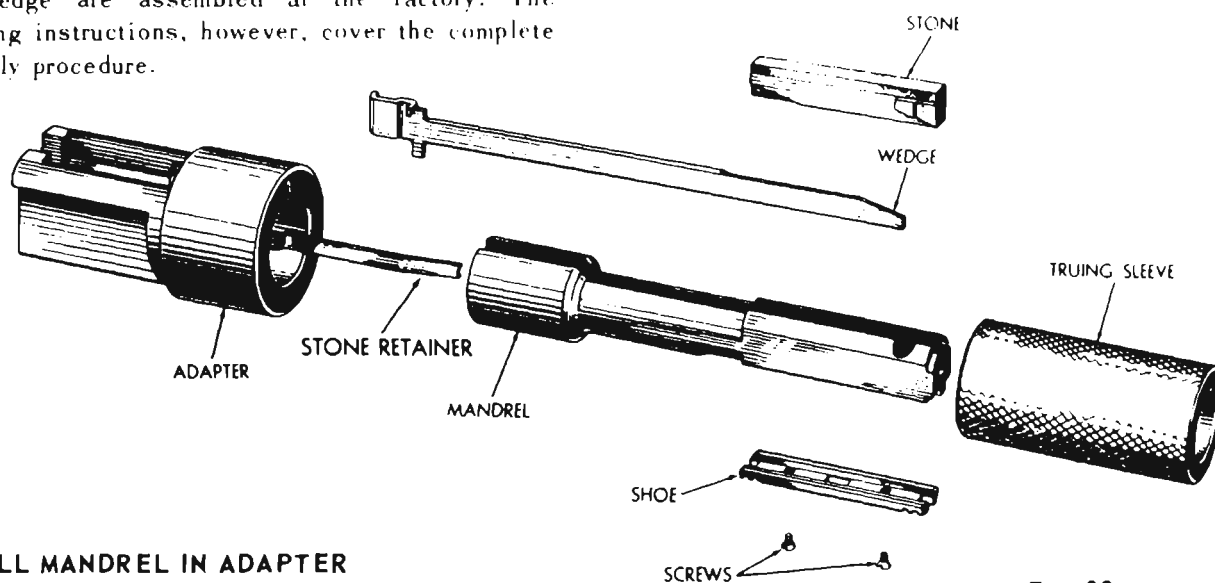

Fig. 80
5. TYPES KL, LH, LJ, (Fig. 80)